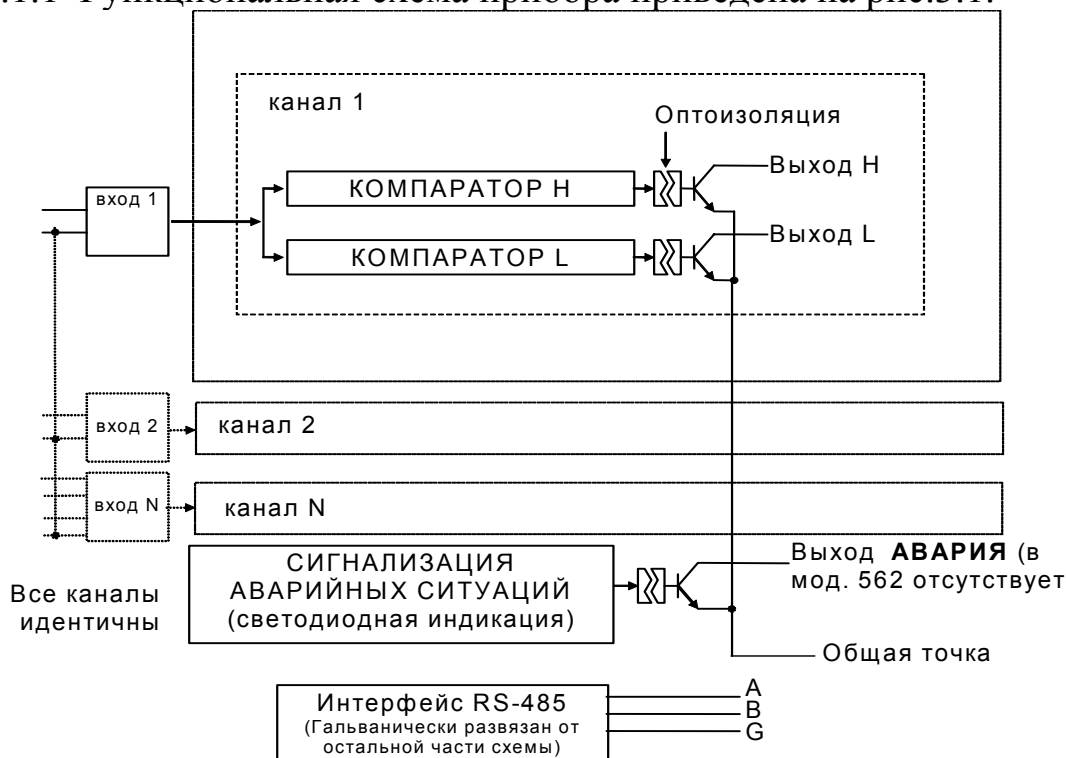

рис.3.1.
3.1.1 Функциональная схема прибора приведена на рис.3.1.
3.4.1. Функциональная схема прибора, представленная на рис. 3.1, реализована программно. Настройка работы функциональных блоков прибора выполняется путем задания параметров. Пользователь управляет работой прибора, изменяя значения параметров.
3.6.1. Компараторы **H** и **L** (см. рис. 3.1) реализуют функции регулирования и/или сигнализации.